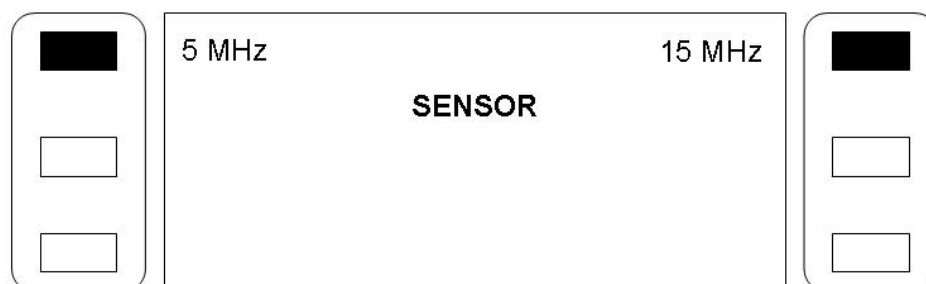

Fig. 8: Menu du capteur ("SENSOR")
- "Sensor" le capteur : la valeur de fréquence du capteur doit être la même que celle du capteur qui doit être utilisé ("5MHz" ou "15Mhz") (Fig. 8)